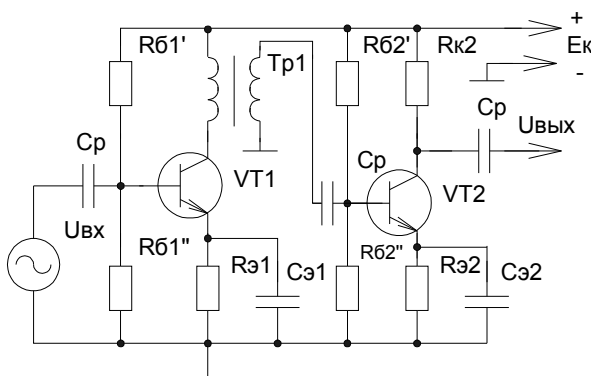

Рис. 241
2) Трансформаторная связь (смотрите рисунок 241).